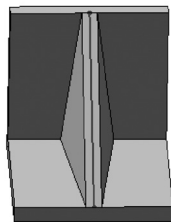

图 3-60 设置拔模角的作用
- “拔模”按钮: 可设置筋特征的拔模角, 其效果如图 3-60 所示。